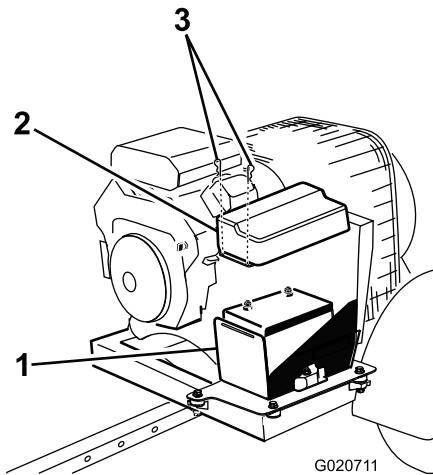

Figura 4
1. Retire os cliques que prendem a tampa da bateria à caixa da bateria (Figura 4). Retire a cobertura da caixa.